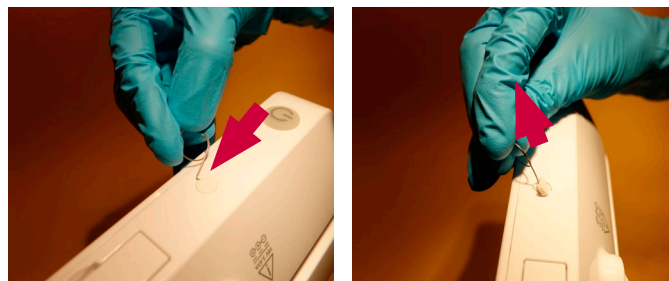

Figura 5: Extracción de la tapa del tornillo
d) Retire las tapas redondas de los tornillos a cada lado de la unidad de visualización (Figura 5)